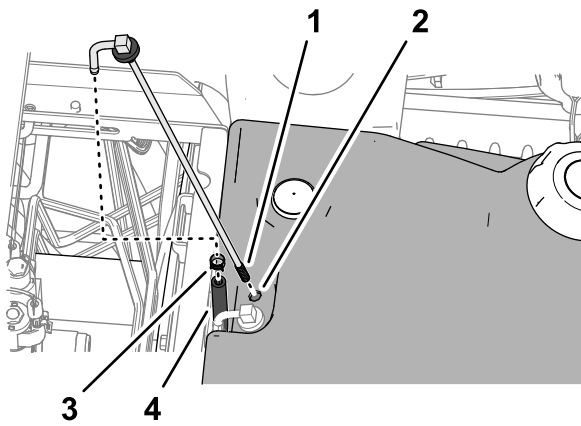

Figure 83
3. Retirez le collier qui fixe le flexible sur le tube d'admission de carburant (Figure 83).
5. Nettoyez la crépine au bout du tube d'admission de carburant (Figure 83).